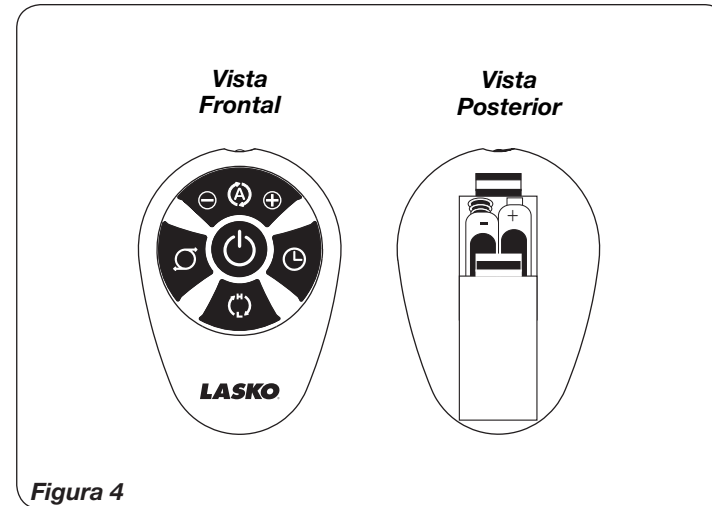

Figura 4
CONTROL REMOTO (Figura 4)
1. Instale las dos baterías “AAA”. (Figura 4)